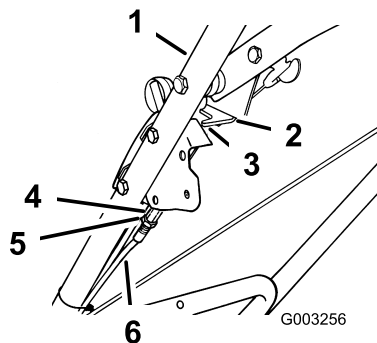

Figura 31
- A. Afloje la contratuerca del cable del freno de la cuchilla (Figura 31).